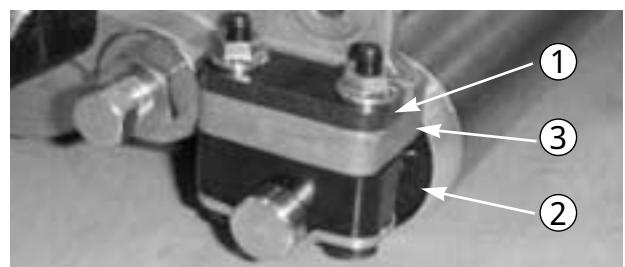

図 10
1. 所望の刈高により、後ローラ・プラケット(図10、11)の取り付け位置を選択する(高位置または低位置)。